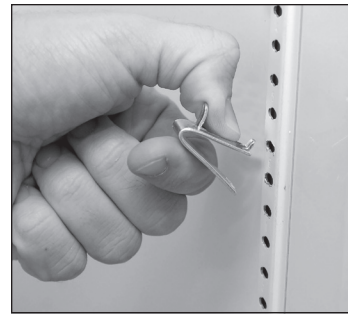

Figure 1. Pose de la languette supérieure du taquet de clayette
1. Accrochez les taquets des clayettes sur les montants de support de clayette. Voir fig. 1.